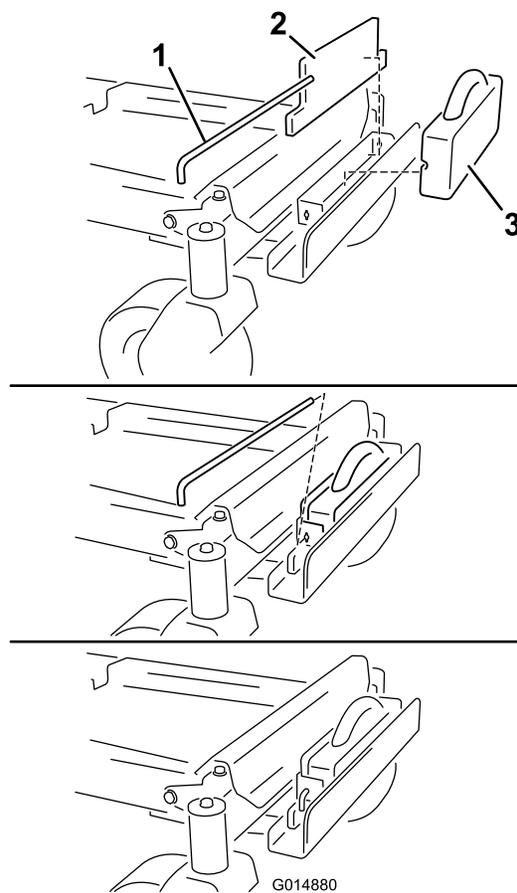

Figura 7
7. Instale um peso plano no suporte de apoio e mova-o para trás, alinhando com o suporte (Figura 7).
8. Instale um peso da mala na frente do peso plano (Figura 7). A ranhura no peso da mala deve estar virada para trás.
9. Prenda os pesos ao suporte com uma travessa com chave (Figura 7). Instale a barra e rode-a 90 graus para baixo para a bloquear no sítio.